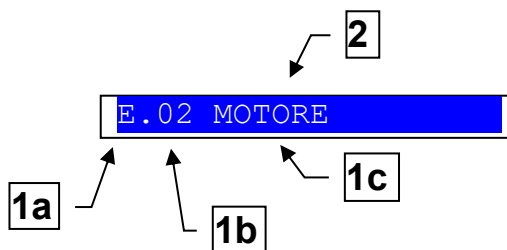

Fig. 4 - Visualizzazione barra di stato superiore
8.4.5 Barra di stato superiore (fig. 4)